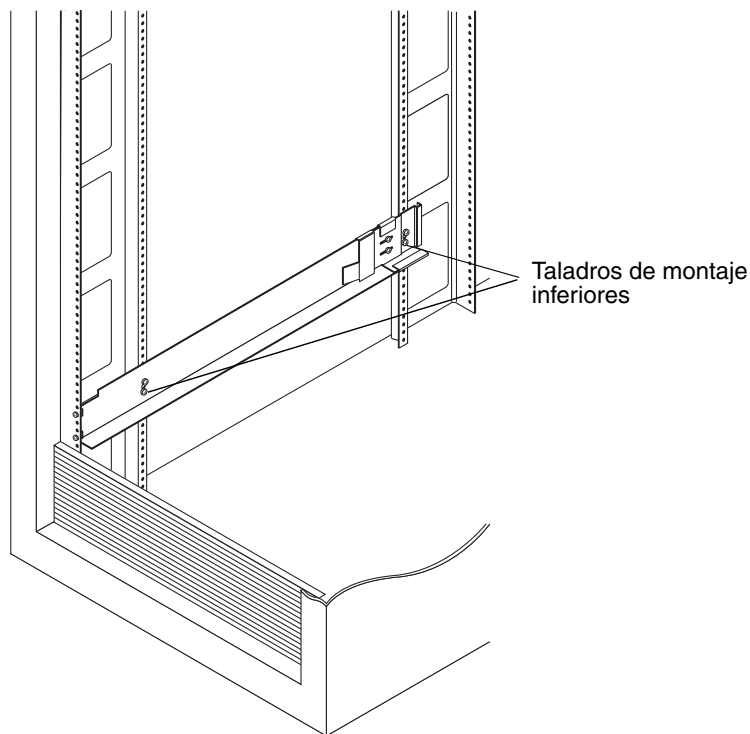

FIGURA 2-6 Introducción de los tornillos en los taladros de montaje inferiores del armario
10. Utilice el destornillador Phillips del 2 para introducir sendos tornillos de 10-32 en los taladros de montaje inferiores de los montantes (FIGURA 2-6). Utilice el taladro 8 para la primera bandeja y el 11 para la segunda. Repita la operación con la guía derecha.